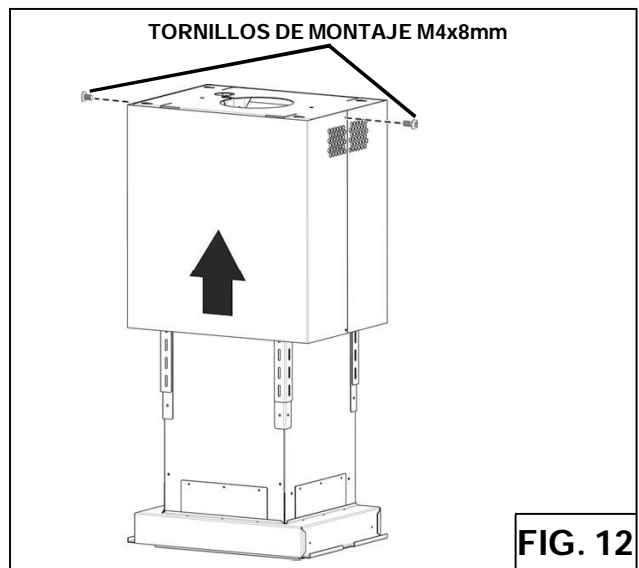

FIG. 12
3. Se adjunta el **conducto superior** a la parte superior del armazón de soporte asta hacerlo tocar el techo, y fíjelo con el tornillo para el montaje M4x8mm (Fig.12).
5. Una la **chimenea desorativa superior** al marco de soporte superior utilizando los tornillos de montaje M4x8mm (Fig.12). Consulte la página 52 y 53 para la instrucción de instalación de combustión.